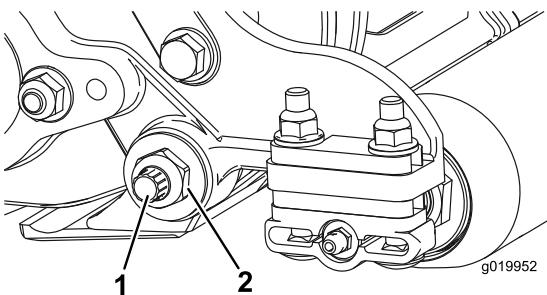
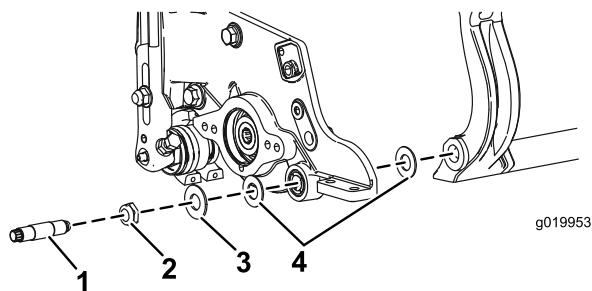
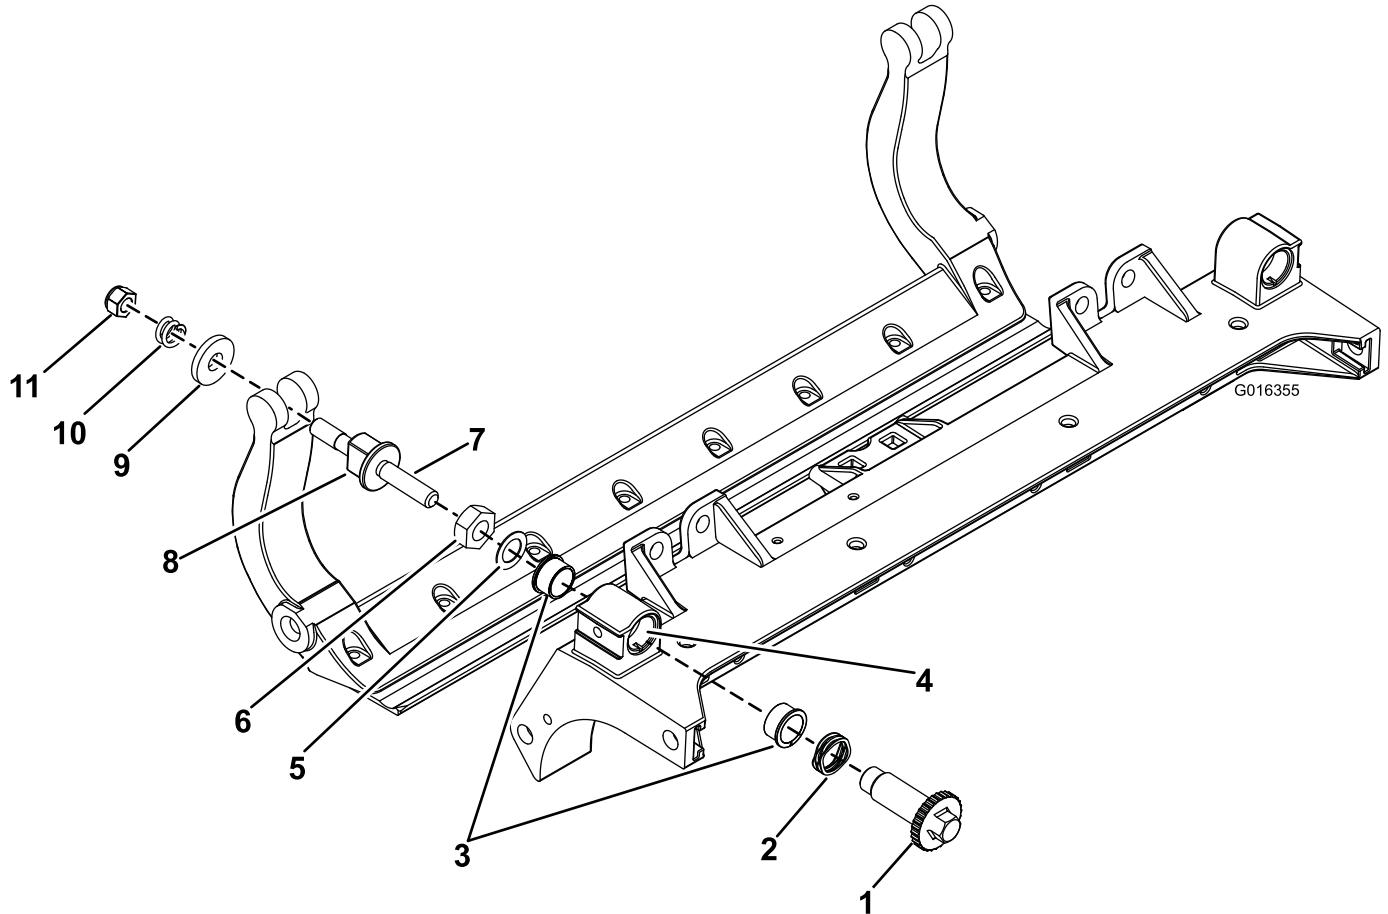

Figure 26
Figure 27
Figure 29
3. De chaque côté de la machine, desserrez le contre-écrou de fixation du boulon de la barre d'appui (Figure 26).
4. Retirez les boulons de la barre d'appui de façon à pouvoir abaisser la barre et la déposer de la machine (Figure 26). Mettez de côté les 2 rondelles en nylon et la rondelle en acier estampé situées de chaque côté de la barre d'appui (Figure 27).
2. Fixez la barre d'appui sur chaque plaque latérale au moyen des boulons (munis d'écrous) et des 6 rondelles. Une rondelle en nylon doit être placée de chaque côté du bossage de la plaque latérale. Placez une rondelle en acier à l'extérieur de chaque rondelle en nylon (Figure 27). Serrez les boulons de la barre d'appui à un couple de 37 à 45 Nm. Serrez les contre-écrous également de chaque côté jusqu'à ce qu'il ne soit plus possible de tourner les rondelles d'acier extérieures à la main. Desserrez alors les contre-écrous jusqu'à ce qu'il soit possible de tourner les rondelles d'acier à la main et que la barre d'appui ne présente aucun jeu axial.
4. Posez une rondelle ondulée sur l'axe de réglage et insérez l'axe dans les bagues à embase sur le cadre du plateau de coupe (Figure 29).
5. Fixez l'axe de réglage avec une rondelle plate et un contre-écrou (Figure 29). Serrez le contre-écrou à un couple de 20 à 27 Nm.
9. Fixez la barre d'appui sur chaque plaque latérale au moyen des boulons (munis d'écrous) et des 6 rondelles. Une rondelle en nylon doit être placée de chaque côté du bossage de la plaque latérale. Placez une rondelle en acier à l'extérieur de chaque rondelle en nylon (Figure 29). Serrez les boulons de la barre d'appui à un couple de 37 à 45 Nm. Serrez les contre-écrous également de chaque côté jusqu'à ce qu'il ne soit plus possible de tourner les rondelles d'acier extérieures à la main. Desserrez alors les contre-écrous jusqu'à ce qu'il soit possible de tourner les rondelles d'acier à la main et que la barre d'appui ne présente aucun jeu axial (Figure 27).
1. Déposez toutes les pièces (voir les *Instructions d'installation* du Kit DPA renforcé, modèle n° 120-7230 et Figure 29).
2. Appliquez du produit antigrippage « Never Seize » à l'intérieur du logement des bagues sur le cadre central du plateau de coupe (Figure 29).
3. Alignez les clavettes des bagues à embases sur les fentes de leur logement sur le cadre, et mettez les bagues en place (Figure 29).